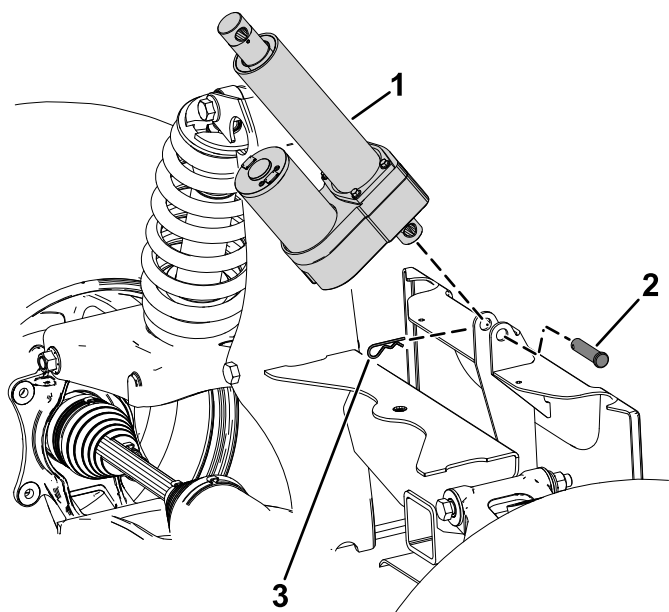

図 6
1. クレビスピンとヘアピンコッターで、昇降シリンダを後フレームブラケットに取り付ける図 6。